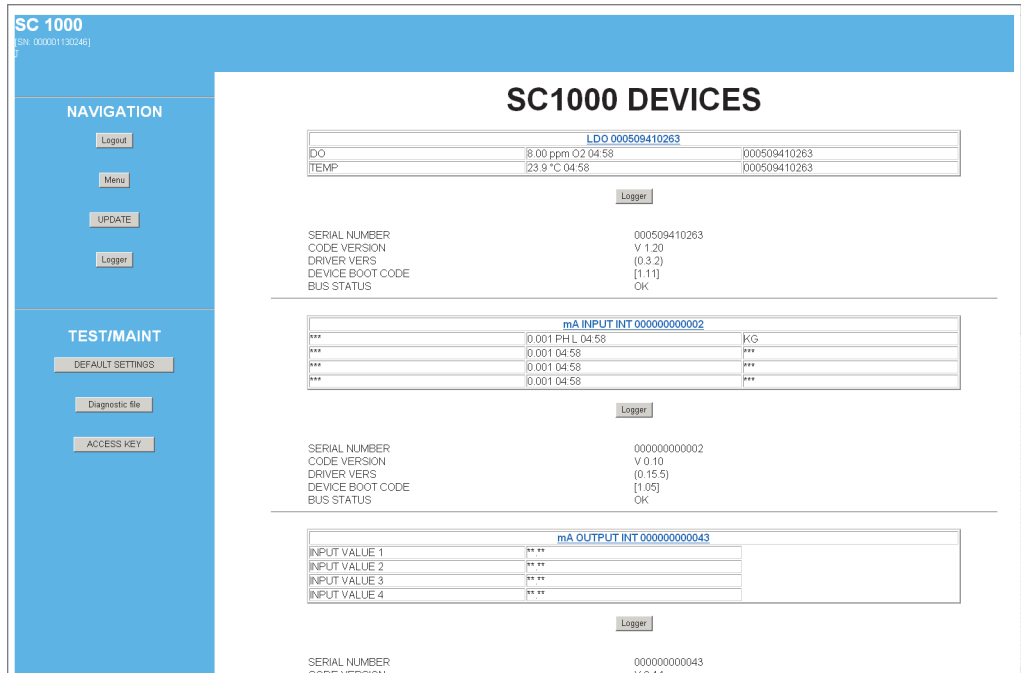

Bild 48 Browserzugangsbildschirm
6. Es wird der Browserzugangsbildschirm (Bild 48 und Tabelle 20) angezeigt.